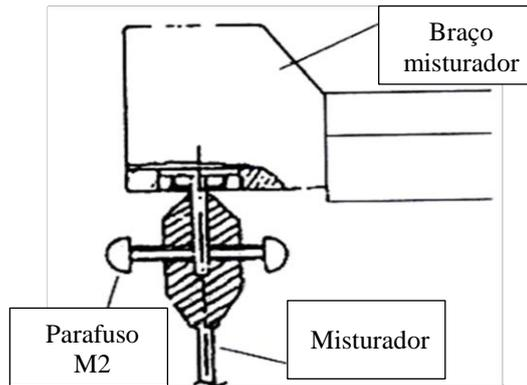

Figura 13-34 Instalando o misturador
7. Ao instalar o novo misturador, insira o misturador na raiz do eixo do motor e fixe-o com o parafuso M2, como mostrado na figura 13-34.